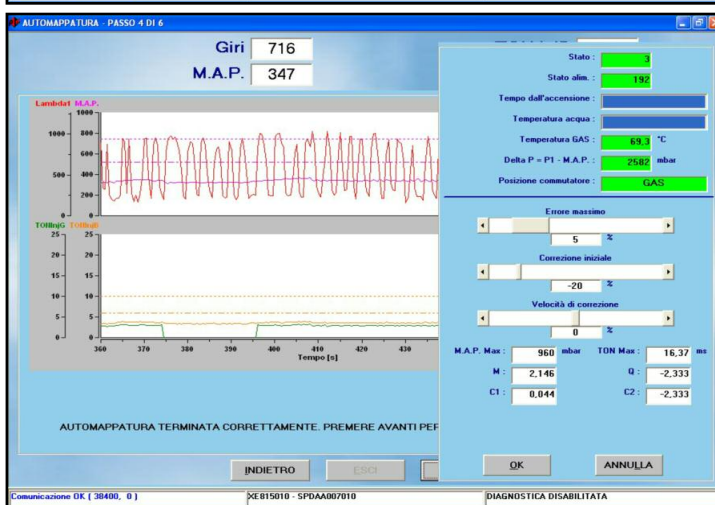

fig. 4-30
**NOTA:** se durante l'automappatura, la macchina si spegne prima di aver commutato tutti i cilindri a gas, è possibile ripetere l'automappatura, facendo in modo che inizialmente il PC ingrassi o smagrisca di una percentuale a piacere, agendo sul cursore "Correzione iniziale", dopo aver premuto il tasto "ALTRO" (vedi fig. 4-30). La correzione iniziale ha solo effetto nei primi istanti dopo la commutazione del primo cilindro a gas. Successivamente le correzioni effettuate automaticamente prenderanno il sopravvento.